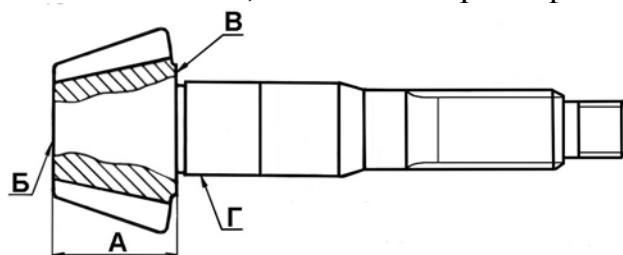

Рис. 4.46. Специальная оправка № 1
- на специальную оправку № 1 (рис. 4.46), имитирующую ведущую шестерню, установить внутреннее кольцо заднего подшипника и установить оправку в горловину картера. Оправку допускается изготовить из некондиционной ведущей шестерни, обработав шейку Г под задний подшипник до $\text{Ø } 35^{+0,010}_{-0,025} \text{ мм}$ и задний торец Б с обеспечением допуска торцевого биения относительно поверхностей В и Г $0,02 \text{ мм}$ и измерить фактический размер А;